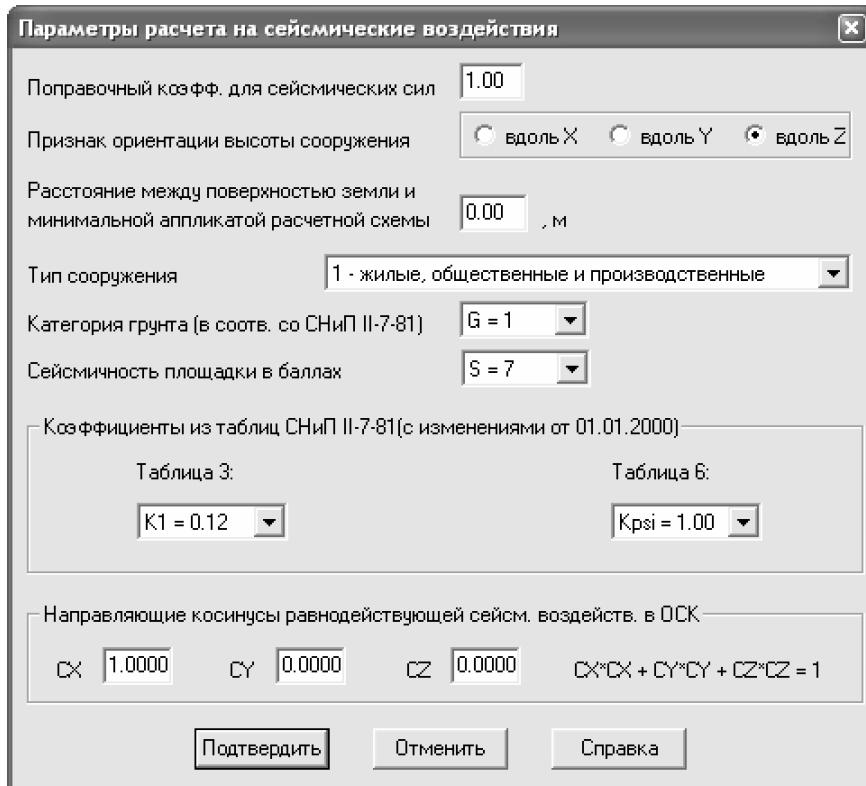

Рис.4.23. Диалоговое окно Параметры расчета на сейсмические воздействия
- В диалоговом окне **Параметры расчета на сейсмические воздействия** (рис.4.23) задайте следующие необходимые параметры: